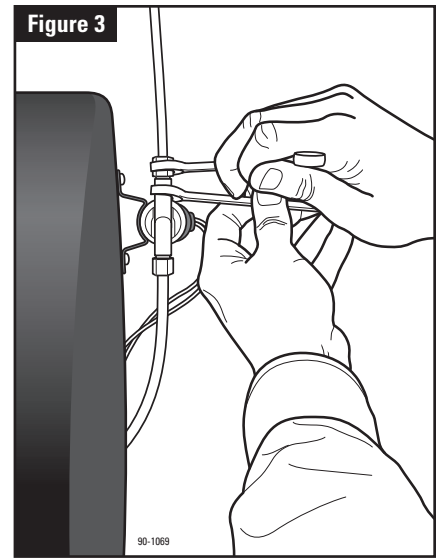

Figure 3
10. Reliez le tube du robinet-valve à étrier jusqu'au côté admission de l'électrovanne au moyen d'un tube en cuivre de 6 mm de diamètre extérieur (non fourni). **SERREZ FERMEMENT POUR ÉVITER TOUTE FUITE!** (Reportez-vous à la figure 3.)